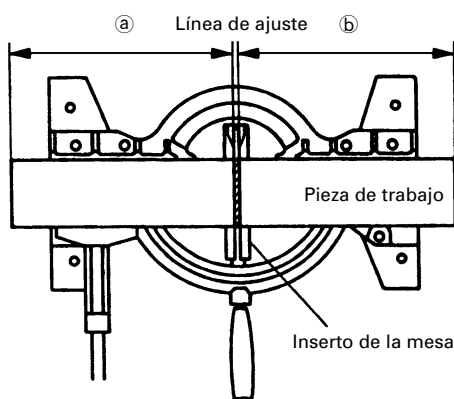

Fig. 15
- (1) Como se muestra en la Fig. 15, la anchura de la hoja de sierra es la de corte. Por lo tanto, deslice la pieza de trabajo hacia la derecha (vista desde la posición del operador) cuando desee la longitud ⑥, o hacia la izquierda cuando desee la longitud ⑤a.
- (2) Cuando la hoja de sierra haya alcanzado la velocidad máxima, empuje cuidadosamente hacia abajo la empuñadura hasta que la hoja de sierra se acerque a la pieza de trabajo.
- (3) Cuando la hoja de sierra haya entrado en contacto con la pieza de trabajo, empuje gradualmente hacia abajo la empuñadura para cortar dicha pieza.
- (4) Después de haber cortado la pieza de trabajo con la profundidad deseada, desconecte la alimentación de la herramienta eléctrica y deje que la hoja de sierra se pare completamente antes de levantar la empuñadura de la pieza de trabajo para devolverla a su posición de completamente retraída.